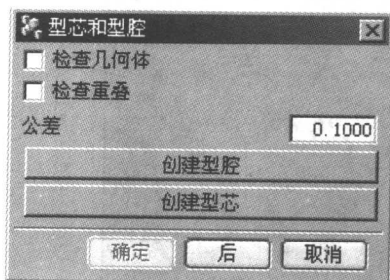
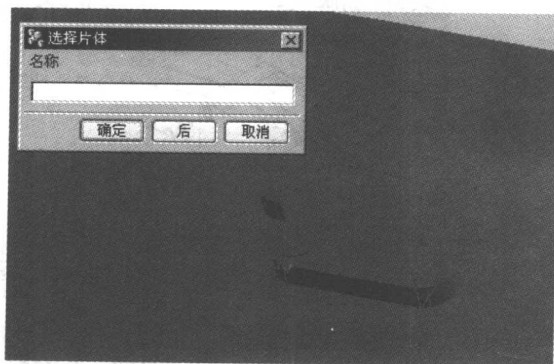

图 1-13 【型腔和型芯】对话框
图 1-14 【选择片体】对话框
12) 选择【型腔和型芯】选项，打开【型腔和型芯】对话框，如图 1-13 所示，选择【创建型腔】选项，出现【选择片体】对话框，分型面和提取的型腔区域面显示高亮度，如图 1-14 所示，单击【确定】按钮，这时系统建立型腔块，显示部件改为“mdp_tray_cavity”，单击【确定】按钮。系统显示【Parting Part】部件和【型腔和型芯】对话框，同理，选择【创建型芯】，同上述步骤一样，产生型芯“mdp_tray_core.prt”，如图 1-15 所示，单击【确定】按钮，返回【分型